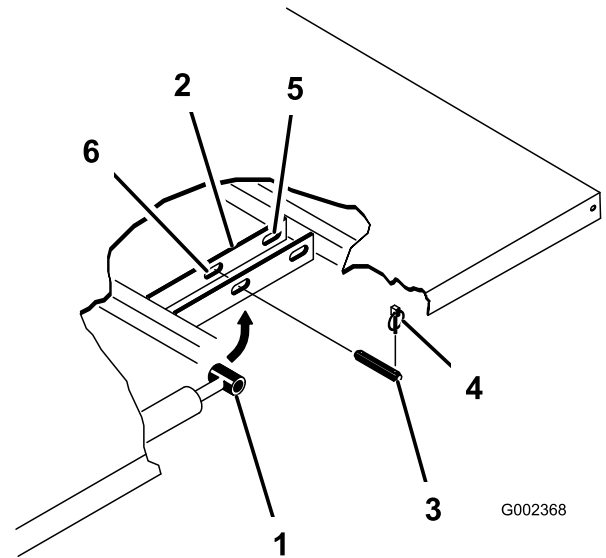

図3
4. シリンダの外側端部からリンチピンを外す(図3)。
5. シリンダロッドの端部を荷台取り付けプレートのスロットに固定しているクレビスピンを外す(図3)。